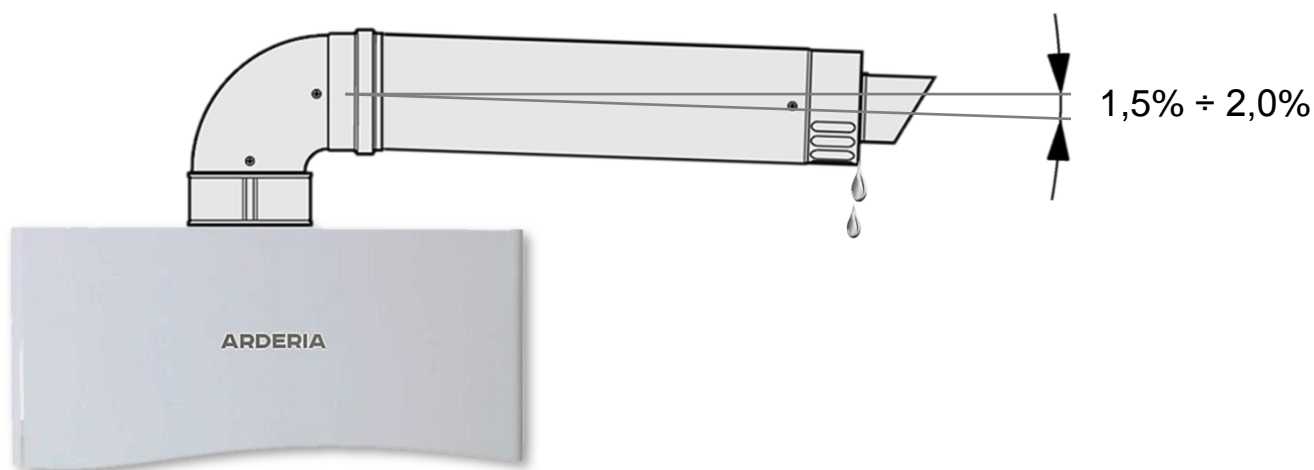

Рис. 29 Установка горизонтального конечного участка коаксиального дымохода
- Для удаления конденсата конечный горизонтальный участок дымохода **следует** монтировать с уклоном наружу (по направлению от котла) в $1,5\% \div 2,0\%$ (См. Рис. 29)